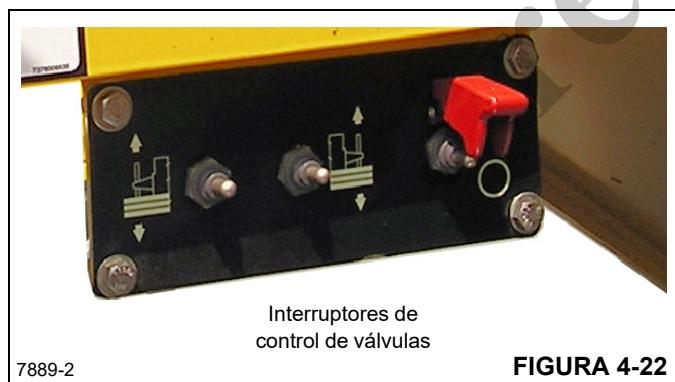

FIGURA 4-22
3. Utilice los interruptores de la válvula de retiro del contrapeso (Figura 4-22) para elevar los cilindros del contrapeso y aliviar el peso de los pasadores de fijación superiores.
5. Utilice los interruptores de la válvula de retiro del contrapeso (Figura 4-22) y (Figura 4-23) ubicados en ambos lados de la plataforma de giro para bajar los cilindros del contrapeso. Fije los cilindros al contrapeso, usando los pasadores de fijación de los cilindros. Instale pasadores de retención en los pasadores de fijación.